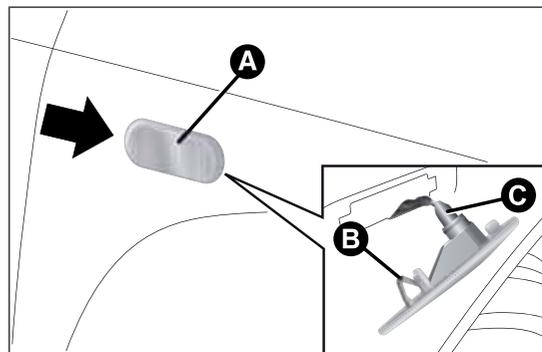

fig. 124
- agir sur le transparent A fig. 124 afin de comprimer l'agrafe B, puis extraire l'ensemble vers l'extérieur ;